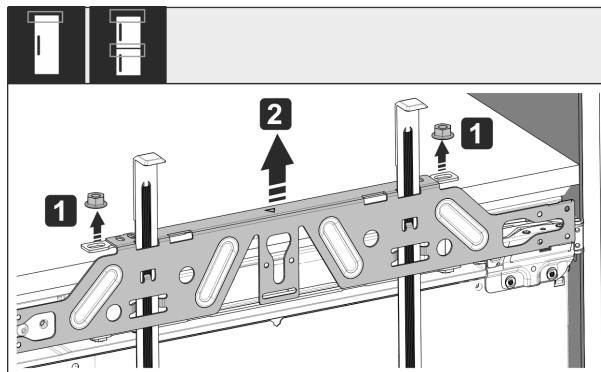

Fig. 58
► Ослабте контргайки Fig. 58 (1).
► Зніміть кріпильну поперечку Fig. 58 (2).